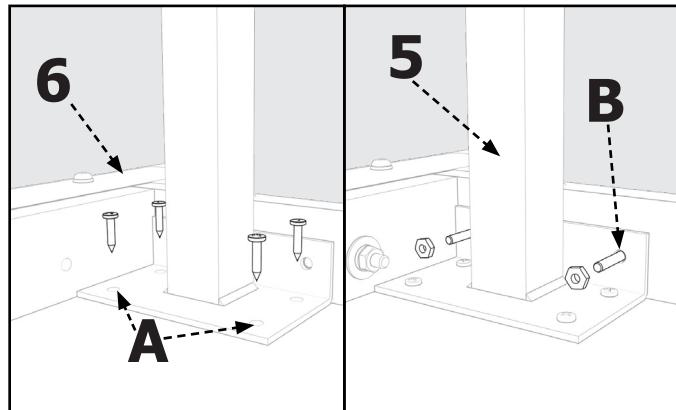

FIGURA 6
Sujete las patas de la mesa (5) a la mesa de extensión (6) como se muestra en la **Figura 6**.
1. Coloque la mesa de extensión (6) con las patas hacia arriba en el suelo o un banco.
2. Coloque la pata de la mesa (5) en la esquina de la mesa de extensión (6) como se muestra en la **Figura 6**.
3. Sujete la pata a la tabla de la mesa con tornillos n.º 8 de 3/4" para madera (n). Perfore un orificio de 1/4" a través de ambos orificios del soporte (A) y el faldón de la mesa. Sujete la pata al faldón de la mesa usando pernos de cabeza troncocónica 10-32 x 1-3/4" (m), arandelas planas de 7/32 x 1/2" (h) y tuercas hexagonales n.º 10 de 32" (k).